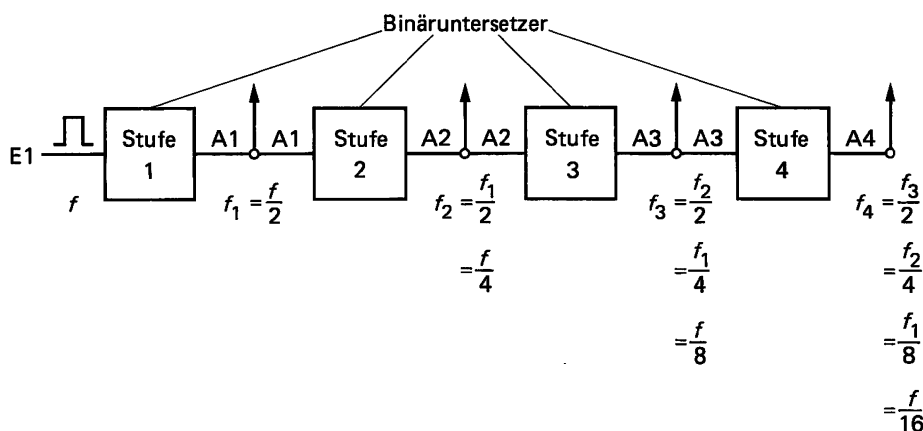

Bild E 75.1
- Für jede Zählstufe ist ein Binäruntersetzer erforderlich. Die Zählfunktion besteht somit aus einer **Kettenschaltung** von vier Binäruntersetzern. Er zählt im Dualcode von 0 bis 15. Das zu programmierende Zählschema zeigt das Bild E 75.1. Der zeitliche Verlauf der Ausgangssignale entspricht dem Signal-Zeit-Diagramm von Bild B 92.1b.